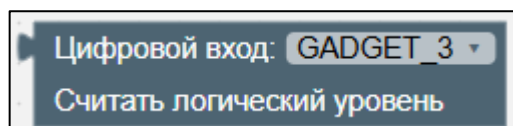

Рисунок II-44 – Цифровой вход
3. Цифровой вход (см. Рисунок II-44):